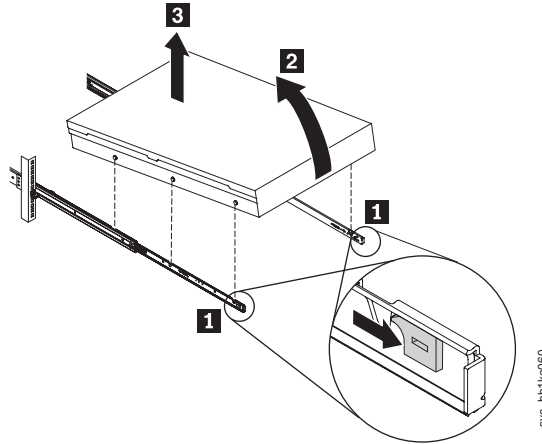

図 37. ラックからの SAN ボリューム・コントローラー 2145-CF8 の取り外し
4. レールの側面にある 2 つの白色のキャッチ (57 ページの図 37 の **1**) を前方に引き、ノードの前面をほんの少し持ち上げます。